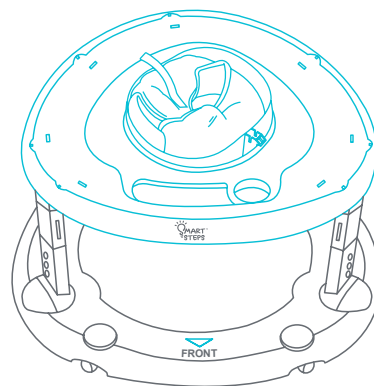

Fig. 1c
- Procure alinear el logotipo de la bandeja de la tapa superior con la base que diga “**FRENTE**” (Fig. 1c).